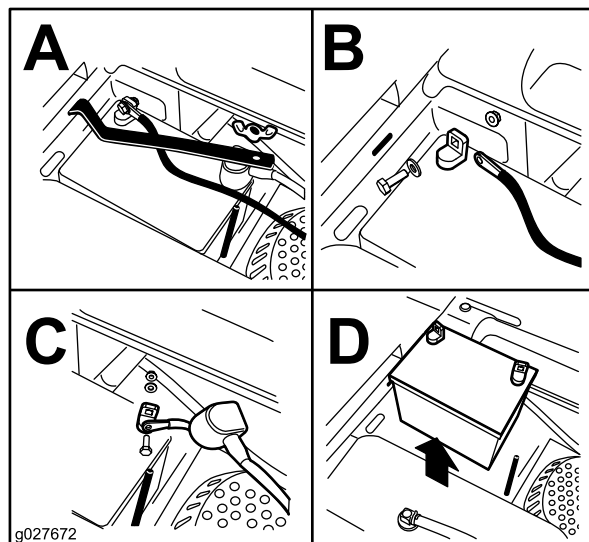

Figura 52
3. Togliete il dado ad alette che fissa la fascetta della batteria (Figura 52).
4. Togliete la fascetta (Figura 52).
5. Scollegate prima il cavo negativo della batteria (nero) dal morsetto negativo (-)(nero) della batteria (Figura 52).
6. Sfilate la guaina rossa dal morsetto positivo (rosso) della batteria e togliete il cavo positivo (+)(rosso) della batteria (Figura 52).
1. Posizionate la batteria nel vassoio, con i poli in posizione opposta al serbatoio del carburante (Figura 52).
4. Fissate i cavi con 2 bulloni, 2 rondelle e 2 dadi di bloccaggio (Figura 52).
6. Montate la fascetta e fissatela con il dado ad alette (Figura 52).